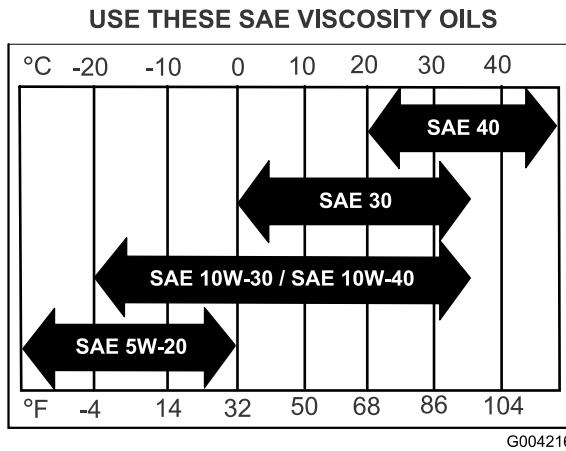

Figura 28
**Viscosidad:** Consulte la tabla (Figura 28).